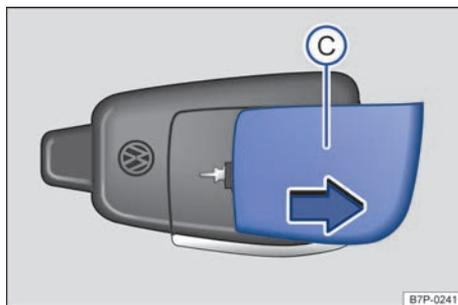

Fig. 125 Calefacción independiente: tapa de la pila del mando a distancia por radiofrecuencia.
- Retire la tapa de la pila en el sentido de la flecha → **fig. 125** .